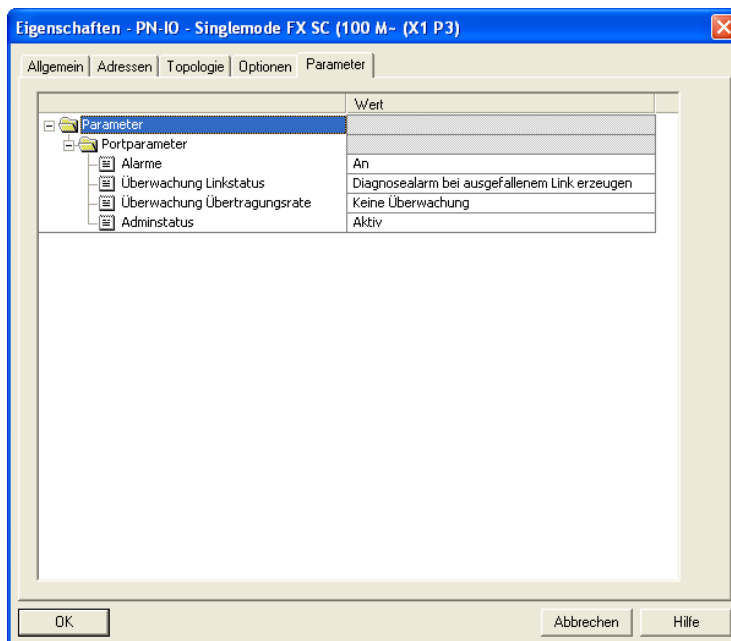

Abb. 15: Port-Eigenschaften
- Wählen Sie die gewünschten Alarmer aus und schließen Sie das Fenster (siehe Abbildung 15).